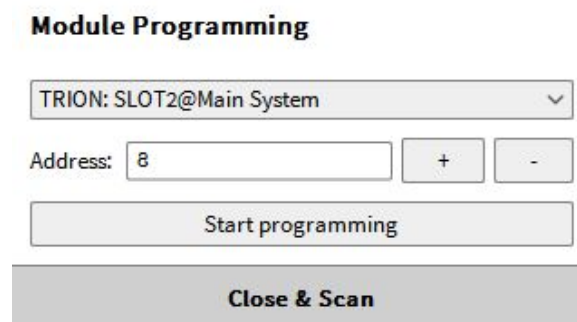

Abb. 4.43: Beenden der Modulprogrammierung
- Drücken Sie den *ID* Button auf den DAQP/HSI Module so lange gedrückt bis die Adresse erhöht wird. Wiederholen Sie den Vorgang für alle DAQP-Module. Wenn Sie fertig sind, klicken Sie auf *Programmierung stoppen* und klicken Sie auf *Schließen und scannen* (siehe Abb. 4.43), um das Fenster zu schließen oder die Programmierung für weitere serielle Schnittstellen zu starten.